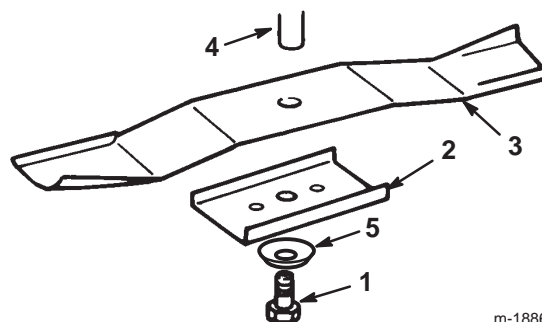

Bild 34
3. Entfernen Sie die Schraube (5/8 Zoll-Schlüssel), Wellenscheibe, den Halter und das Schnittmesser (Bild 34). Sie können einen Holzklotz zwischen das Schnittmesser und das Mähwerk keilen, um das Schnittmesser beim Entfernen der Schraube zu blockieren.
1. Montieren Sie das Schnittmesser, den -halter, die Wellenscheibe (Schalenseite zum Messer) und die Messerschraube (Bild 34).